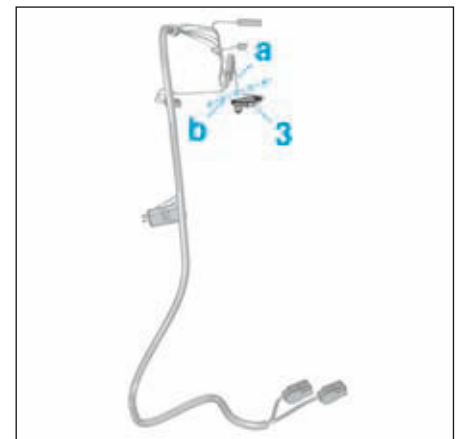

FIG.31
- Laisser une longueur de 40 mm en (a) afin de rétablir la liaison électrique (Fig.31).
- Couper les deux fils noirs en (b) et récupérer la sonde (3).